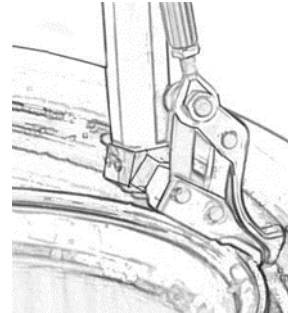

Bild 22
- a) Använd knappventilen för att sätta monteringshuvudet utan däckjärn på fälgens kant (**Bild 22**). Sätt däckets på fälgen i en lutande position så, att andra kanten av den nedre klinchen ligger på bakre delen av monteringshuvudet och den andra kanten under främre delen av monteringshuvudet. Tryck på däckets på hand eller med däckviktsrullarna och vänd monteringsbordet för att montera den nedre klinchen.